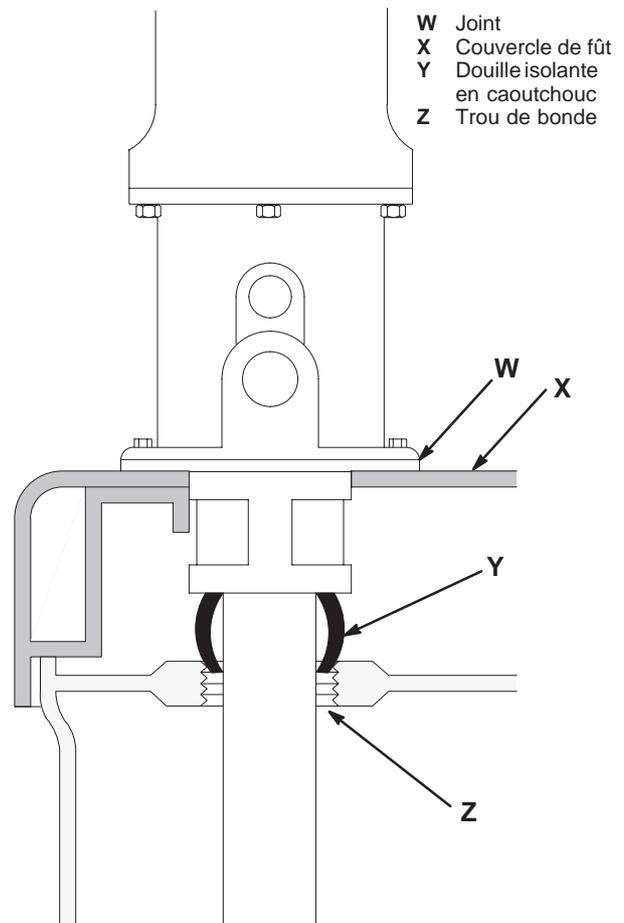

Fig. 6
1. Faire passer le tube d'aspiration de la pompe dans le joint (W) et le couvercle de fût (X). Fixer la pompe Fire-ball et la pompe Cannonball par le haut des pompes et la pompe Président par le bas. Voir la Fig. 6.
2. Faire glisser la bague d'étanchéité en caoutchouc (Y) le long du tube d'aspiration, en orientant l'extrémité conique vers le bas et la pousser contre l'embase de la pompe. Voir la Fig. 6.
3. Faire passer le tube d'aspiration de la pompe dans le trou de bonde du fût (Z) et disposer le couvercle sur le fût. Voir la Fig. 6.